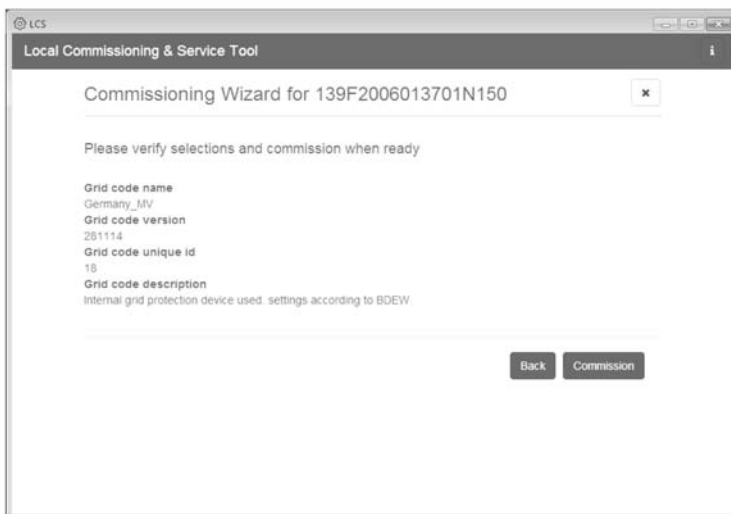

Figura 5.7 LCS-Tool – Verifica del paese e del codice rete
9. LCS-Tool chiede di confermare il paese selezionato e il codice rete. V. figura 5.7. Una configurazione non corretta può essere modificata usando il pulsante **[Back]** e cambiando le impostazioni nella finestra precedente.